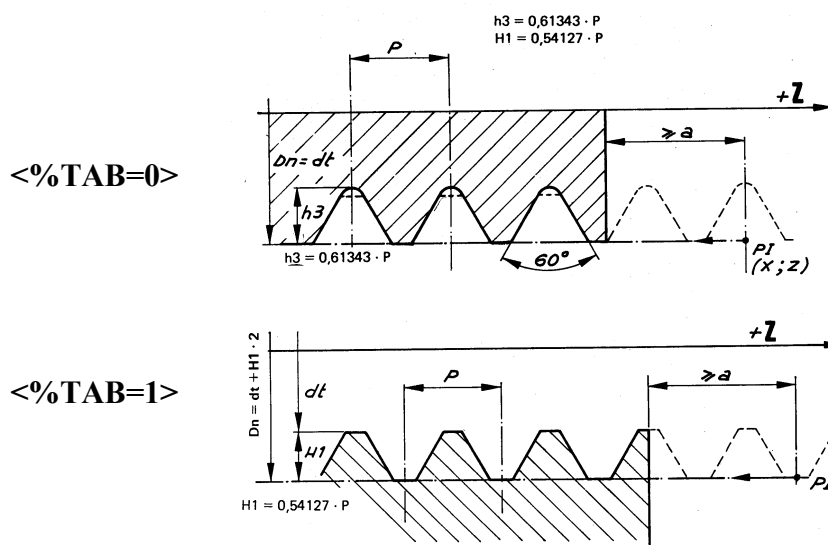

FIG. 11-4A
Con riferimento alle **FIG.11-4A ... 11-4E**, chiameremo:
- Deve corrispondere al diametro "nominale" **Dn** del filetto (vedi **FIG.11-4A-:-E**).
- Il CNC fa corrispondere, al punto **PI**, la mezzeria del filetto (vedi **FIG.11-4A-:-E**) e, se vi sono più principi, attribuisce il punto **PI** alla mezzeria del filetto, “più vicino” al pezzo (vedi più avanti).
<%TAB=0> Vite Metrica ISO/R68; UNI 4535/6 (FIG.11-4A)
<%TAB=1> Madrevite Metrica ISO/R68; UNI 4535/64 (FIG.11-4A)